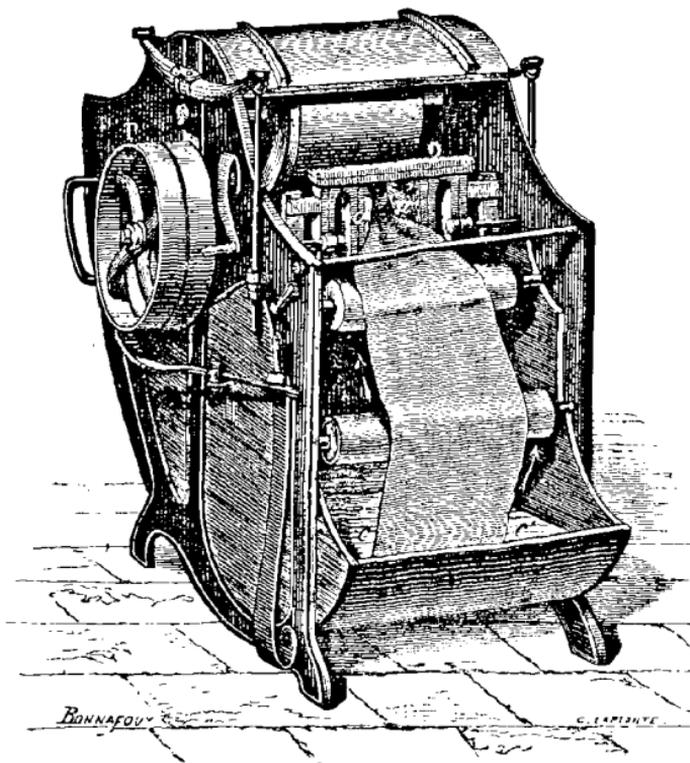

FIG. 115. — Foulage des draps.
**Foulage des draps.** — Le drap va ensuite au *foulage*. Cette opération, la plus importante de toute la fabrication, a pour but de transformer l'étoffe, qui est lâche, relativement mince et molle, en un tissu serré et ferme, quoique moelleux; elle s'exécute à l'aide de machines appelées *foulons*. Nous décrirons l'une de celles qui sont le plus employées. La partie essentielle de l'appareil se compose de deux joues de bronze *a, a* (fig. 115), que l'on peut rapprocher plus ou moins. Le tissu est engagé entre ces deux joues, puis saisi par deux cylindres situés derrière elles et animés d'un mouvement de rotation. Ces cylindres, appelant l'étoffe, la forcent à passer dans un intervalle qui est très-petit si on le compare à la largeur qu'elle a. Dans ce passage les fibres se rapprochent, se feutrent et le tissu, se trouvant condensé, diminue de largeur. C'est le foulage en *largeur*. Il doit être ac-